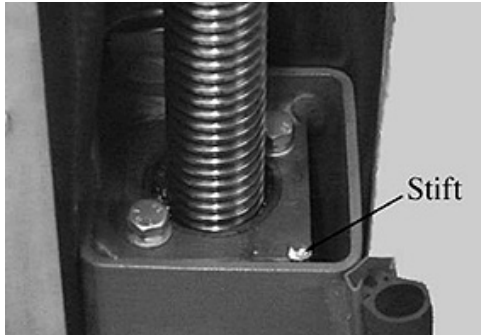
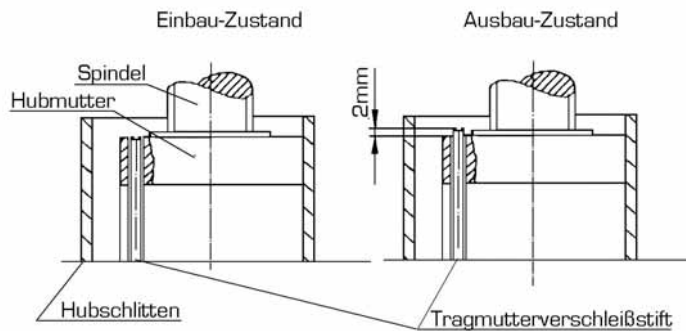

Bild 16: Tragmutterstift
Bild 17: Hubmutter mit Verschleißanzeige
- Optische Verschleißmessung: Zur Überprüfung der Tragmutter wird zunächst die Abdeckung von der Hubspindel (Bild 3, Pos.b) entfernt. In der Tragplatte ist ein Tragmutter-Verschleißmessstift eingebaut (siehe Bild 16). Dieser muss mit der Oberkante der Tragplatte (im Hubschlitten oben) bündig sein (siehe Bild 17 Einbau-Zustand). Schaut der Stift 2 mm nach oben heraus (siehe Bild 17 Austausch-Zustand), muss die Tragmutter zusammen mit der Folgemutter ausgetauscht werden.